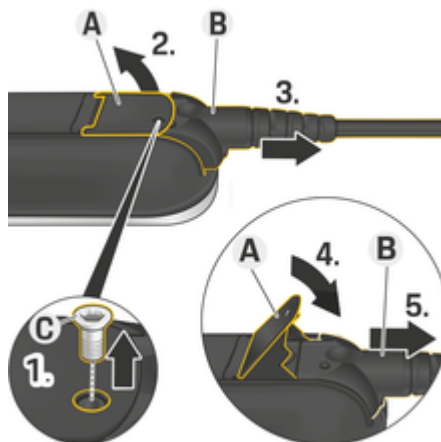

Fig. 38 Desconectando cabos
1. Remova o parafuso **C** (Fig. 38) usando uma ferramenta adequada.
2. Levante a alavanca **A** (Fig. 38).
3. Puxe o conector **B** (Fig. 38) até sentir a resistência pela primeira vez.